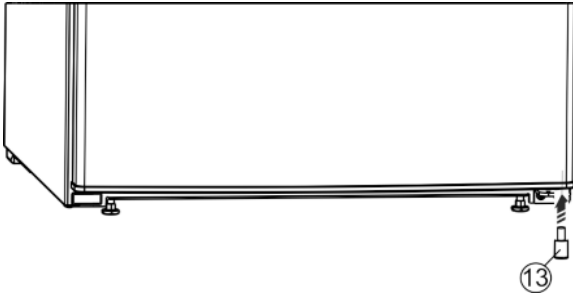

Fig. 9
- ▶ Vėl įstatykite tarpiklį Fig. 9 (13) į duris apačioje, dešinėje pusėje, nes jis yra svarbus prietaiso stabilumui.